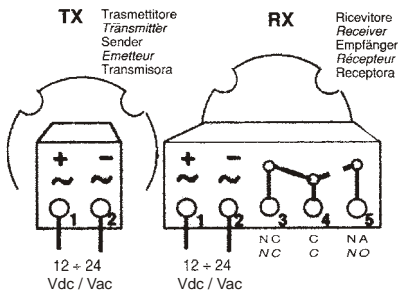

Fig.1
### 2.1 KLEMMENLEISTENPLAN (siehe Abb. 1)
- 3.2 Die Ansglußkabel (max 0,5mm2) and die Gehäuse heran verlegen und an die entsprechenden klemmenleisten des Empfängeres und es Senders anschließen (kabel so Kurz als möglich) (siehe Abb. 1).